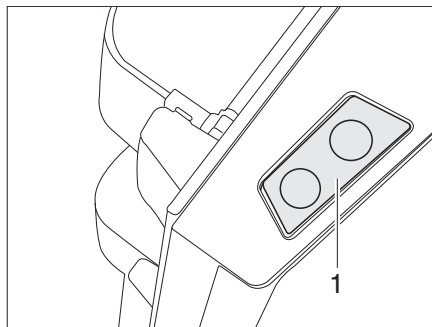

Fig. 344 Touche de déverrouillage de la porte du réfrigérateur (Dometic Série 8)
- Appuyer sur la touche de déverrouillage (Fig. 344,1) et ouvrir le réfrigérateur.